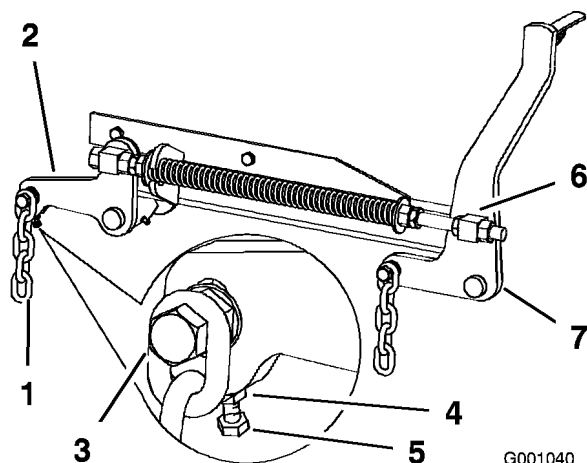

Figura 68
7. Se le misure al punto **B** o **C** non sono esatte, allentate il bullone che monta la catena posteriore al braccio di supporto posteriore (Figura 68).
8. Allentate il controdado sotto il supporto posteriore e regolate il bullone di regolazione per ottenere una misura compresa tra 79 e 82 mm (Figura 68).
7. Allentate di 13 mm circa i controdadi delle parti girevoli anteriori destra e sinistra (Figura 68).
8. Regolate i dadi di sollevamento sui lati destro e sinistro della macchina finché la parte anteriore della macchina non risulta più bassa di 6 e 10 mm davanti, al punto **A**, rispetto alla parte posteriore al punto **B** (Figura 68).